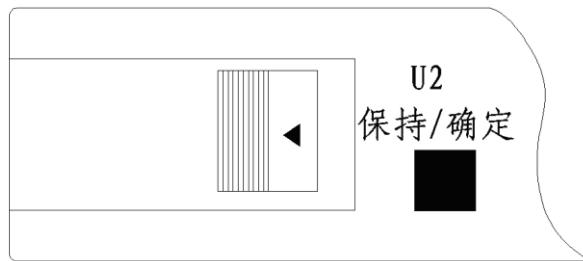

图 G-13
3) 将坡度计原地反向 180 度, 再轻压【保持/确定】按钮一次, 坡度计液晶显示区右侧小字体显示为“U2”, 校零完成, 见图 G-13;